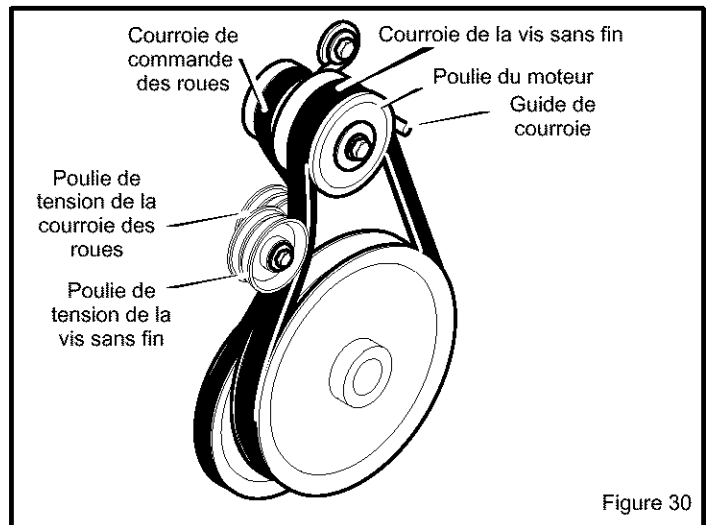

Figure 30
3. Desserrer l'écrou sur la poulie de tension et pousser la poulie de tension vers la courroie d'environ 1/8 po (3 mm) (voir Figure 30).
### COURROIE DE LA VIS SANS FIN (VOIR FIGURE 30)
6. Relâcher le guide de courroie et le tirer de la courroie de la poulie de tension. Voir Figure 30.
7. Desserrer les guides de courroie et les écarter de la poulie de tension. Voir Figure 30.